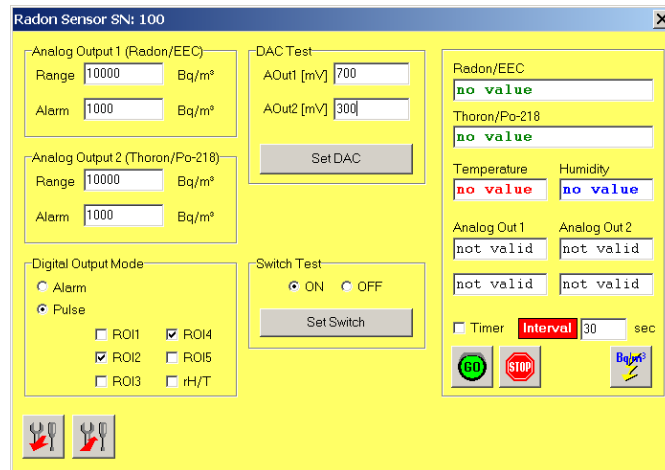

Abbildung 5.6.: Zusätzliche Einstellmöglichkeiten für die *Analogsensoren*
-  Öffnet das in Abbildung 5.6 gezeigte Dialogfenster für die erweiterten Setup- und Testfunktionen der Analogsensoren.